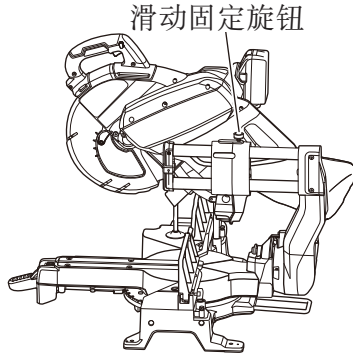

图20
4. 滑动刀架系统（图20）
对于小工件的切碎操作，请将切割头组件完全滑向装置后部，并拧紧滑动固定旋钮。要切割宽度达312mm的木板时，请务必松开滑动固定旋钮，让切割头自由滑动。（图20）